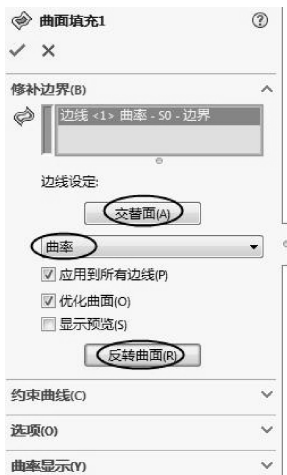

图 4-26 【填充曲面】属性面板
- 02 激活【修补边界】选择框，在图形区域中选择模型外边线，在【修补边界】选项区中设置【曲率控制】类型为【曲率】，单击【交替面】按钮和【反转曲面】按钮，如图 4-26 所示。